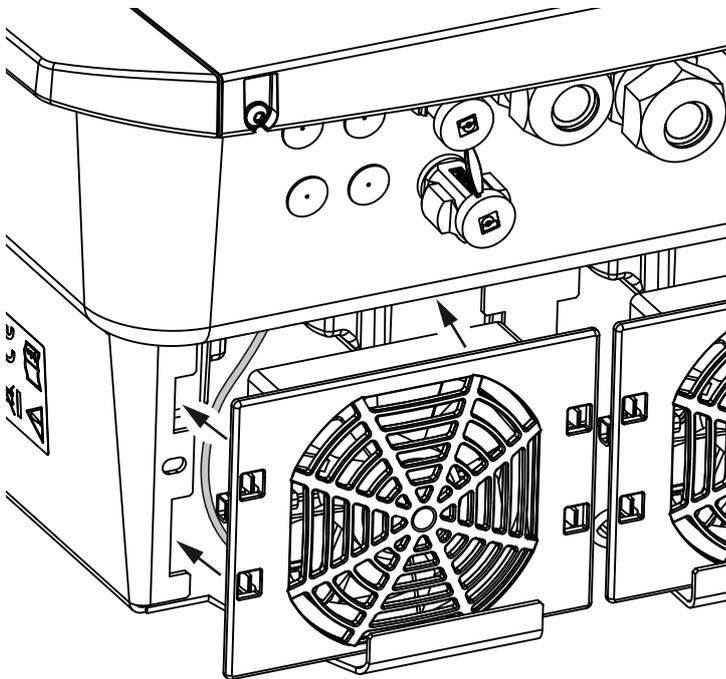

Fig. 56 : remise en place du ventilateur
- Il est correctement installé dans son cadre (sens d'écoulement de l'air). **↗ Fig. 56**